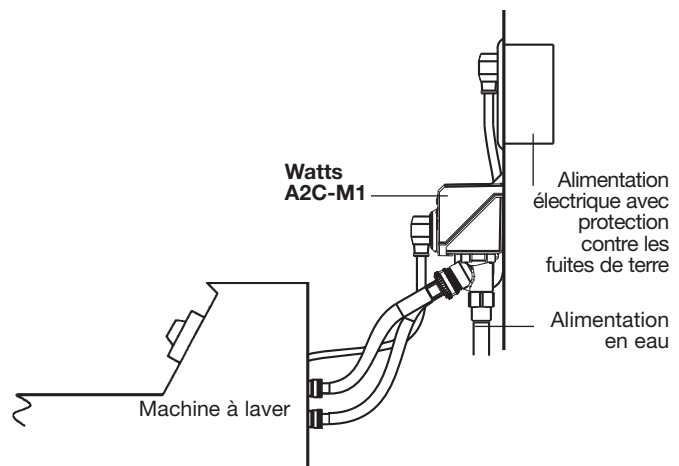

Figure 4
11. Branchez le cordon électrique de l'IntelliFlow® à une prise secteur de la maison (Figure 4).